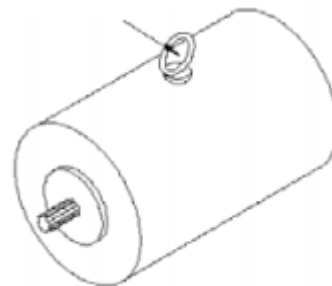

Рис. 2-79
(5) Места подъема тягового двигателя (Рис. 2-79)